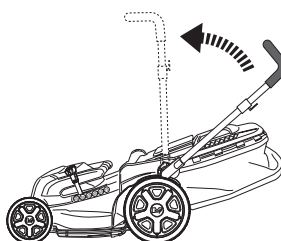

Fig. 13
- > Rode o guiador para a posição de estacionamento (Fig. 13)